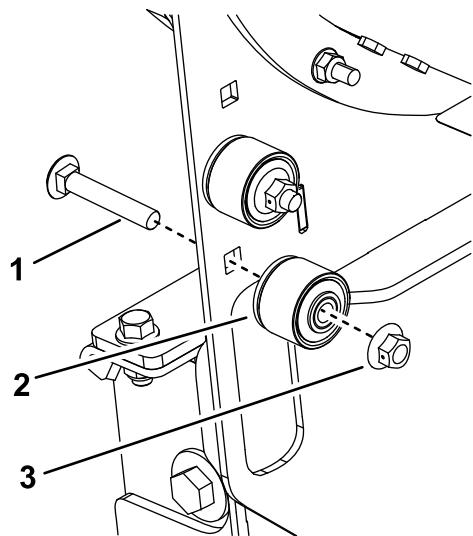

Figura 31
10. Utilice las fijaciones para guardar los conjuntos de casquillo en el lado izquierdo del bastidor del soplador (Figura 31).